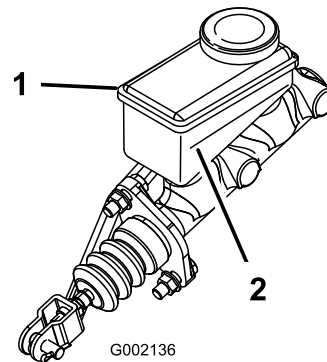

图 51
3. 观察油箱侧面的油位线 图 51。
B. 向油箱添加 DOT 3 刹车油直至液位到达最低标志线上方 图 51。